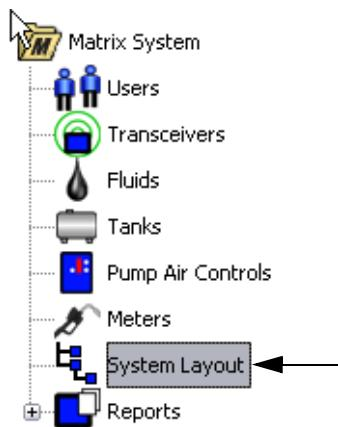

Рис. 90
- Щелкните на значке «System Layout» [Схема системы] (Рис. 90) из перечня на панели системы Matrix. Отобразится экран «System Layout» [Схема системы]. Перед настройкой схемы системы нужно сначала добавить цистерны (стр. 61) и расходомеры (стр. 70).